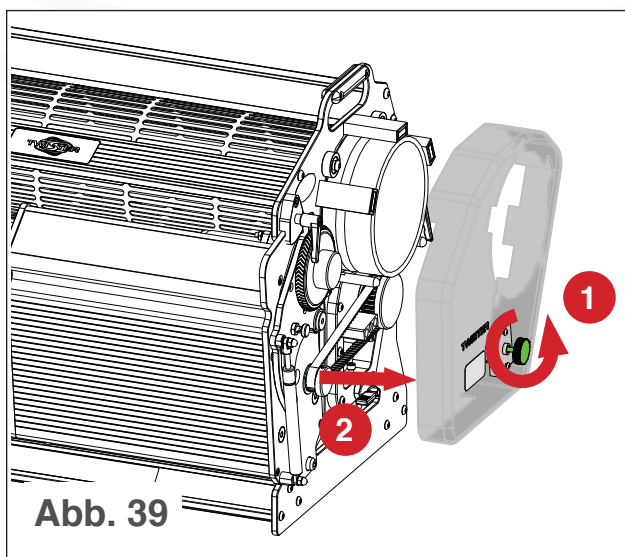

Abb. 39
1. Lösen Sie die Schraube der Klingenbandabdeckung (siehe Abb. 39)
2. Ziehen Sie die Klingenbandabdeckung vom T4 ab (siehe Abb. 39).